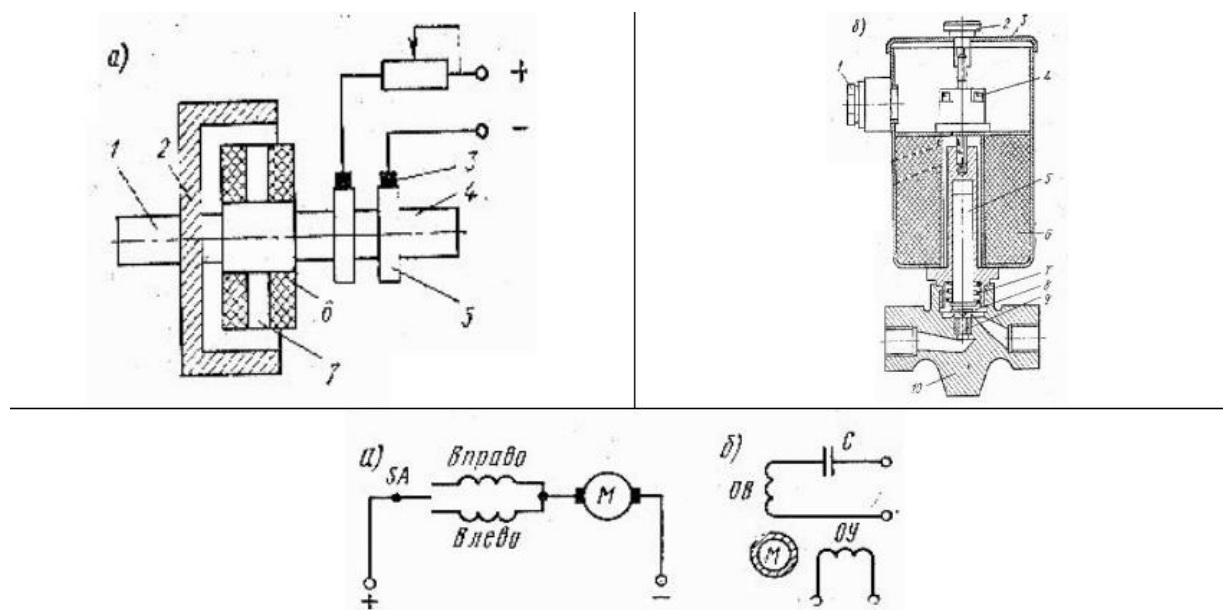

Рис.1
1. Исполнительные элементы в системах судовой автоматики. Принцип работы исполнительных элементов (рис.1). Применение в системах автоматики